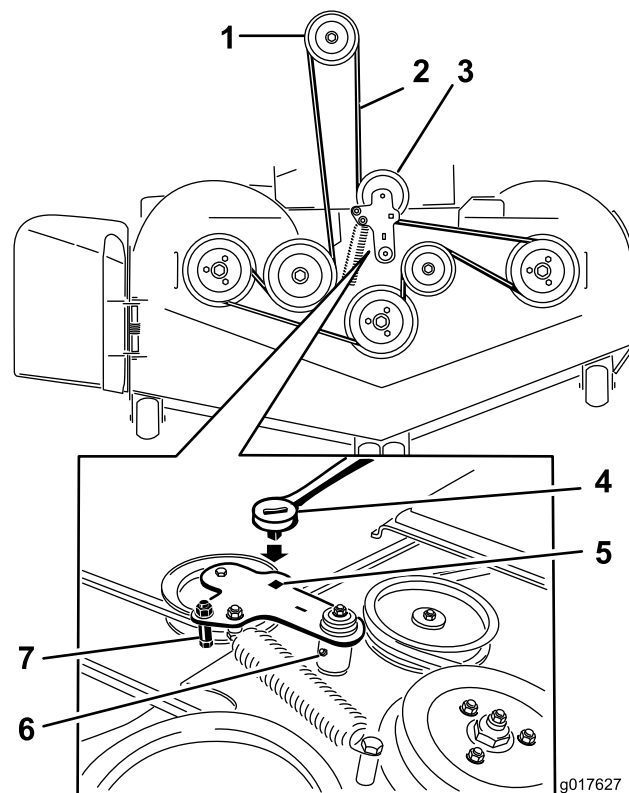

図 85
5. フロアパンを持ち上げて、デッキアイドルの四角い穴にラチェットを差し込む 図 85。
6. デッキアイドルを右に回転させて刈り込みベルトを外す 図 85。